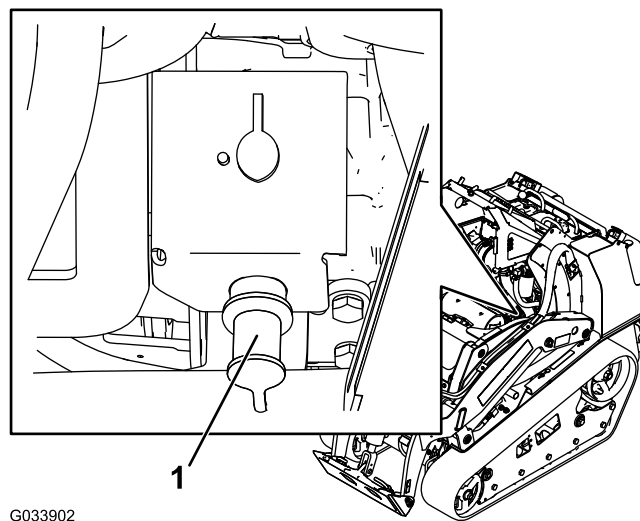

Figura 51
2. Togliete il coperchio dal morsetto di avviamento (Figura 51).
3. Collegate un'estremità del cavetto portatile positivo (+) al morsetto di avviamento (Figura 51).